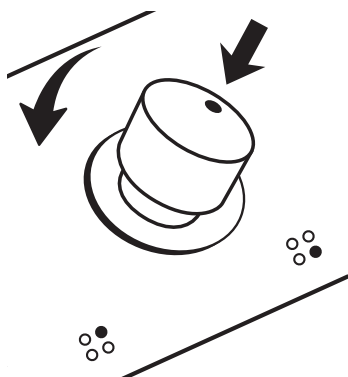

Imagen 6
1. Para encender un quemador presione la perilla del quemador elegido y gire hacia la izquierda, manteniéndolo en el máximo unos segundos hasta que el quemador se encienda y suéltelo. (Ver imagen 6).